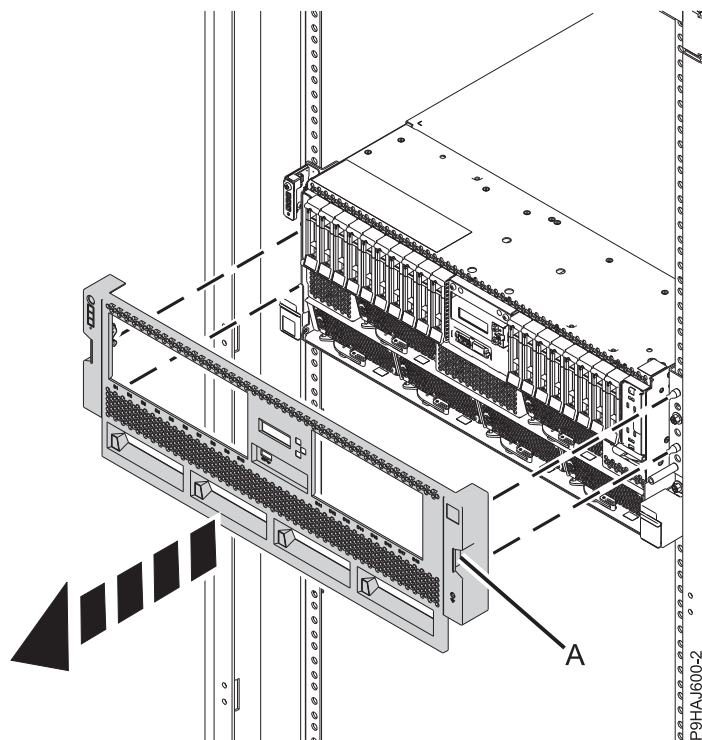

Abbildung 8. Vordere Abdeckung ausbauen
- Bauen Sie bei einem Einschubsystem die vordere Abdeckung aus, indem Sie sie vom System wegziehen. An der Abdeckung befinden sich Vertiefungen (A), an denen Sie sie besser festhalten können. Siehe Abb. 8 auf Seite 26.